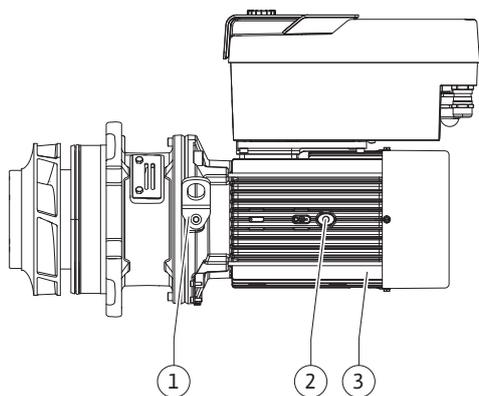

Fig. 100: Set di innesto
9. Rimuovere il set di innesto (Fig. 100) dal corpo pompa allentando le viti della flangia (Fig. I, pos. 29).
10. Introdurre nella lanterna il nuovo anello contrapposto (Fig. II, pos. 26). Spingere cautamente la lanterna sull'albero e posizionarla nella posizione precedente o in una nuova posizione angolare desiderata rispetto alla flangia motore. Attenersi alle posizioni di montaggio ammesse per i componenti (vedi capitolo "Posizioni di montaggio ammesse e modifica della disposizione dei componenti prima dell'installazione" [► 21]).
11. Avvitare le viti (Fig. II, pos. 10 e pos. 10a). Tuttavia, non serrare completamente la vite (pos. 10).
12. Portare la nuova tenuta meccanica (Fig. II, pos. 25) sull'albero. Evitare di danneggiare la tenuta meccanica inclinandola.
14. Pulire l'intaglio della lanterna e introdurre il nuovo O-ring (Fig. II, pos. 19).
16. Introdurre il set di innesto (vedi Fig. 100) nel corpo pompa nella posizione precedente o in un'altra posizione angolare desiderata. Attenersi alle posizioni di montaggio ammesse per i componenti (vedi capitolo "Posizioni di montaggio ammesse e modifica della disposizione dei componenti prima dell'installazione" [► 21]).